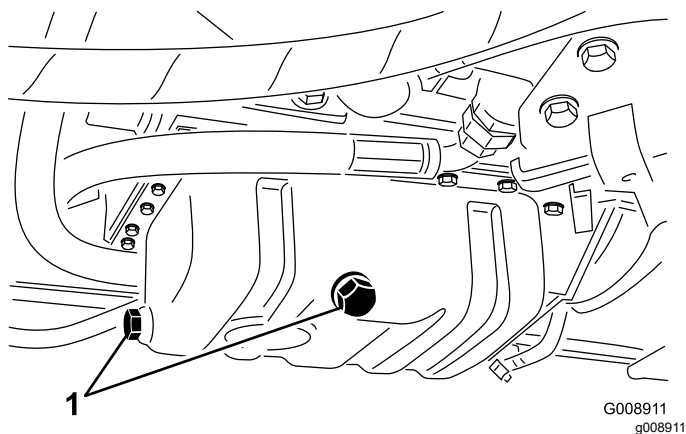

Рисунок 65
3. Снимите любую пробку сливного отверстия (Рисунок 65) и дайте маслу стечь в сливной поддон; когда масло перестанет вытекать, установите пробку сливного отверстия на место.